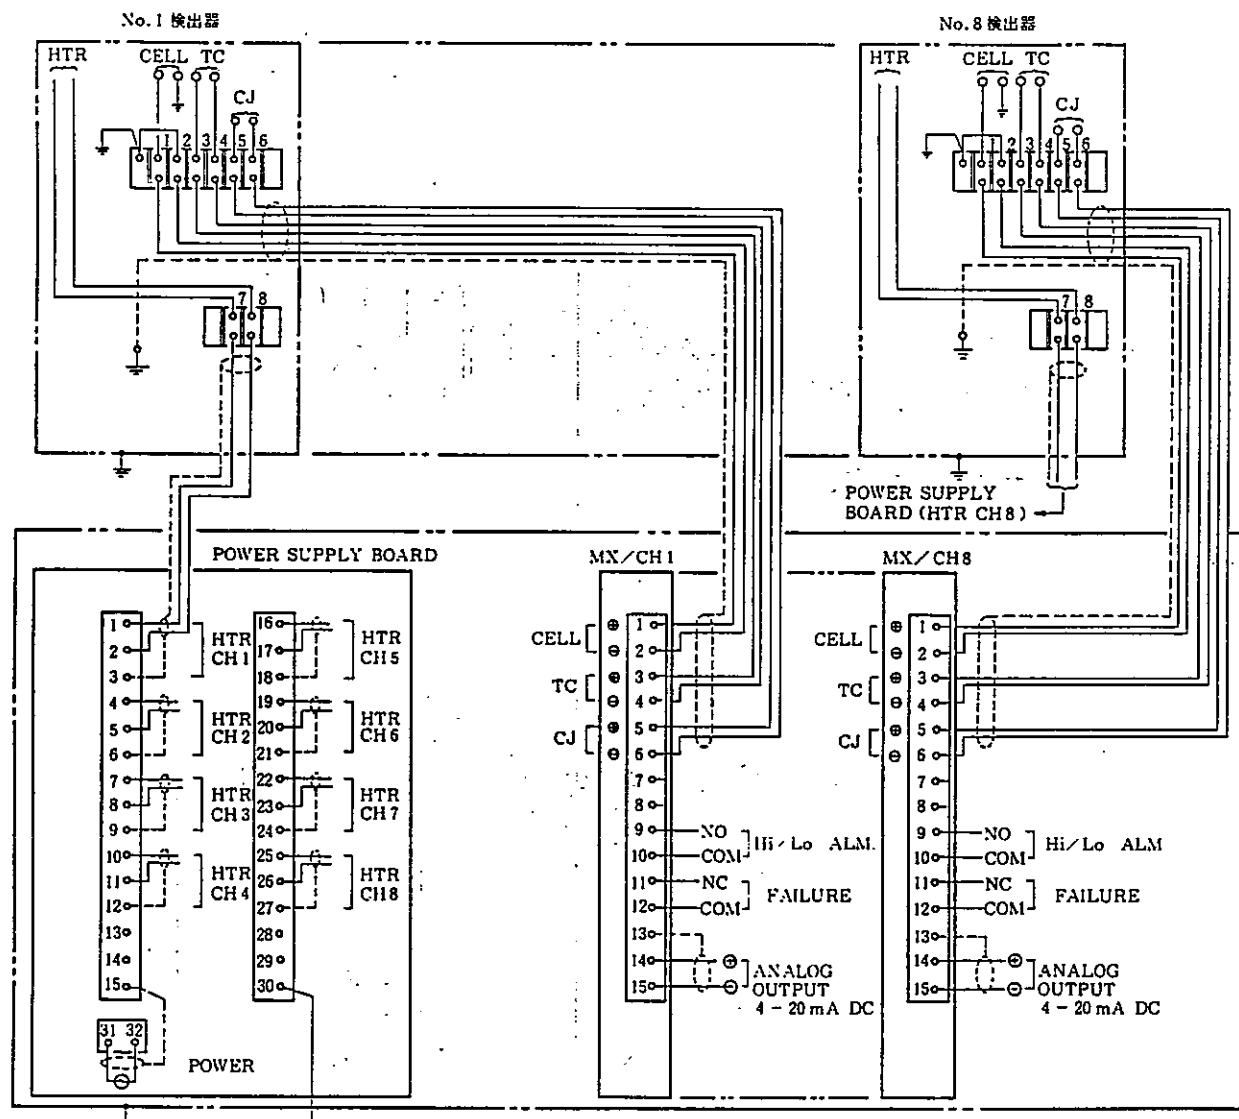
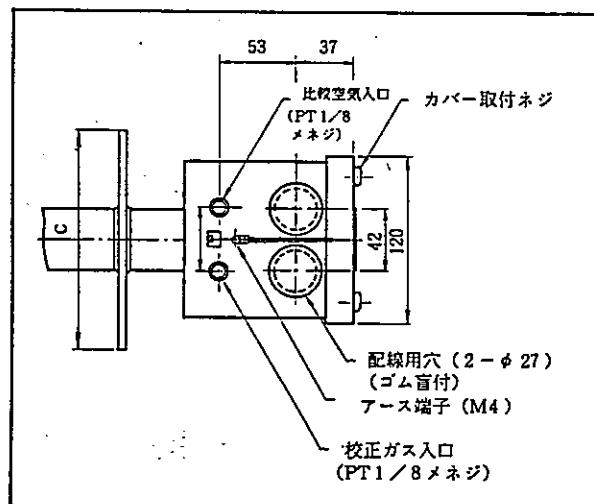

図 5.13 變換器検出器間配線接続図
図 5.14 検出器配管
検出器と変換器の配線は図5.13または図5.14を参照してください。
5.2.2 配管（図 5.14 および 5.15 参照）
(1) 主電源を入れる前に、配線・配管が正しく行なわれているかどうかを点検してください。（図 5.13, 5.14, 5.15, 参照）